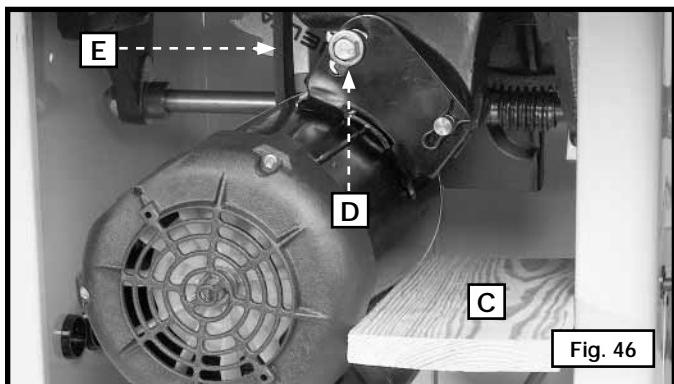

Fig. 46
2. Insérer une pièce de bois (C) fig. 46 entre le moteur et l'armoire de la table de la scie.
3. Desserrer le boulon (D) fig. 46. Abaisser l'arbre de la scie pour détendre les courroies (E). Serrer le boulon (D).
4. Relever légèrement l'arbre de la scie et retirer la pièce de bois (C) fig. 46.
8. Desserrer le boulon (D) fig. 46, et laisser le moteur reposer délicatement sur les courroies.